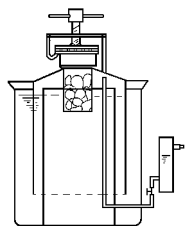

图 8-21 接触
(2) 乙炔发生器 用来从碳化钙中取得乙炔,如图 8-21 所示为低压接触浮漂式的,另外,还有中压、高压各式。